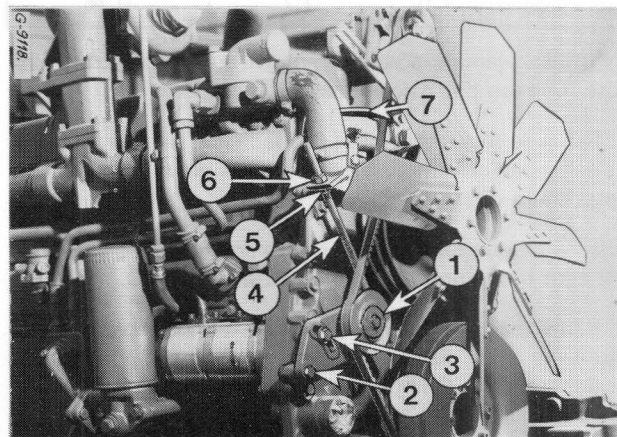

Figure 78 - Tendeur de courroie de ventilateur.
- Desserrez le boulon (2, Fig. 78) et le boulon de blocage (3). Desserrez le contre-écrou (5). Vissez ou dévissez l'écrou de réglage (6) sur le bras de tension (4) jusqu'à obtention de la tension correcte.
- Desserrez successivement et dans l'ordre, le contre-écrou (5) le boulon (3) et le boulon (2).